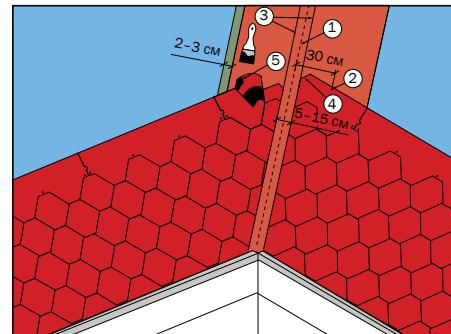

Рис. 18
Рядовая черепица укладывается поверх ендового ковра и монтируется в хаотичном порядке до линии подреза (3) в сторону оси ендовой (1) (рис. 18). Каждая черепица дополнительно фиксируется с помощью кровельных гвоздей в верхней части (2). Не следует прибивать специальные гвозди на расстоянии ближе 30 см от центральной оси ендовой (1). Так собираются две поверхности ската относительно ендовой. После чего при помощи шнурки (отбивки) отбиваются две меловые линии (3). Затем рядовая черепица прорезается по линии 3. При этом необходимо подкладывать специальную дощечку, чтобы не повредить целостность гидроизоляционного ковра. Для отбоя воды в ендove необходимо подрезать каждую черепицу (4) и промазывать битумной мастикой ТехноНИКОЛЬ с тыльной стороны на величину 10 см в местах отсутствия самоклеющегося слоя (5).